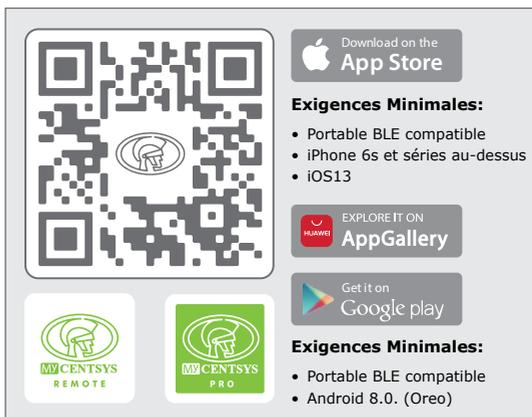

FIGURE 92
1. Scannez le code QR de la Figure 92.